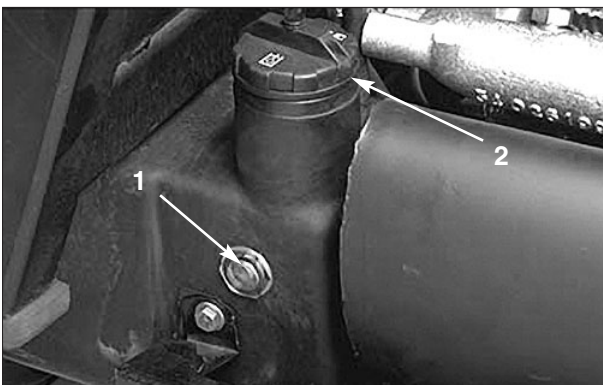

Bild 37
5. Schauen Sie sich den Ölstand durch das Schauglas an, während die seitlichen Schneidwerke angehoben sind, das mittlere Schneidwerk auf den Boden abgesenkt ist und das Öl warm ist (Bild 37). Füllen Sie, wenn kein Hydrauliköl sichtbar ist, genug Öl ein, um den Ölstand bis zur Mitte (Maximum) des Schauglases anzuheben. Füllen Sie, um ein Überfüllen zu vermeiden nie Öl ein, wenn das Öl kalt ist. NICHT ÜBERFÜLLEN.